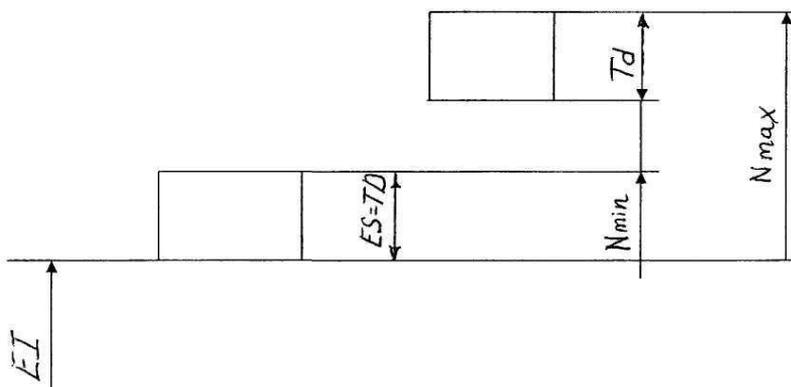

Рис. 1: Схема расположения полей допусков деталей соединения.
3. Выполнить схему расположения полей допусков посадки (рис. 1).